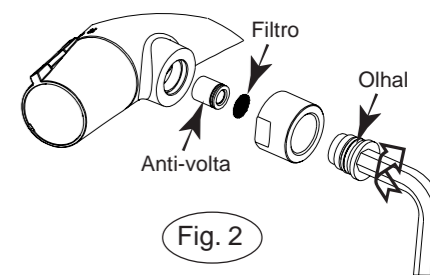

Fig. 2
- Com uma chave hexagonal de 12, desenroscar o olhal contendo a válvula anti-volta no sentido das agulhas dum relógio, depois o empurar com a chave para o extrair. Ver a figura ao lado.(fig. 2).